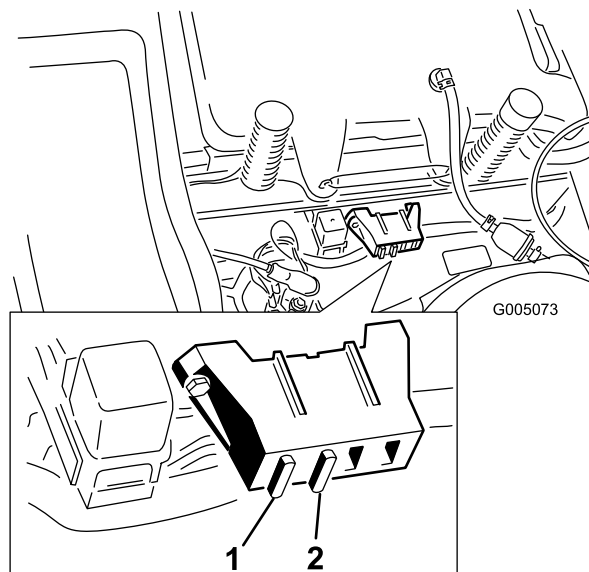

Figura 34
1. Levante el asiento para tener acceso al portafusibles (Figura 34).
2. Para cambiar un fusible, tire del fusible para retirarlo (Figura 34).